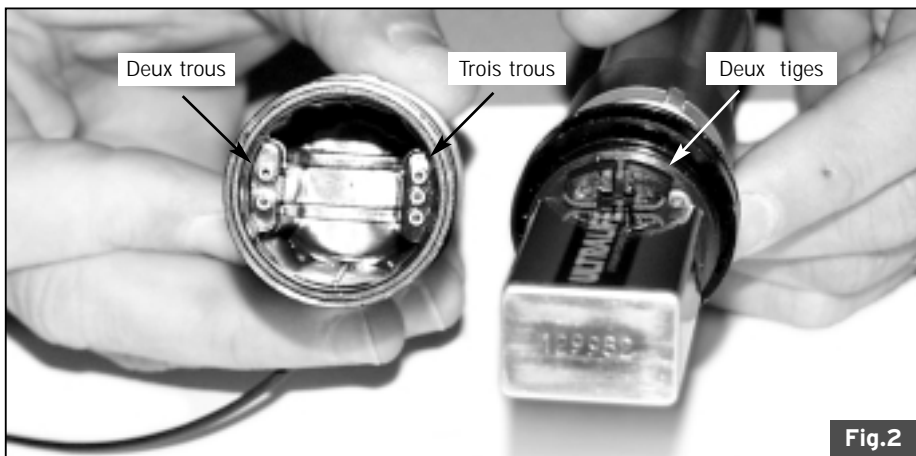
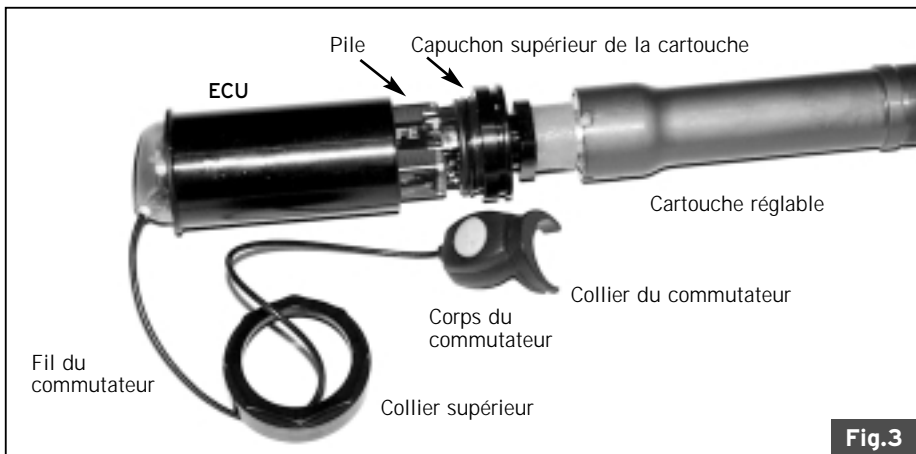

Fig.2
Fig.3
5. Remarquez sur le bas de l'ECU qu'un côté a trois trous alors que l'autre n'en a que deux. Voir Fig. 2. Avec la fourche toujours comprimée, pressez l'ECU au-dessus de la cartouche de sorte que les alvéoles sur l'ECU et les tiges sur le sommet de la cartouche s'accouplent. Voir Fig. 3. Le fil commutateur doit être dirigé directement vers l'avant en haut de l'ECU.